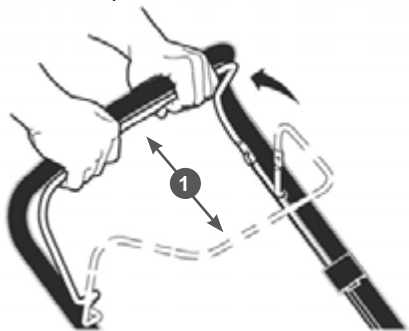

Рис. 12. Рычаг остановки двигателя
Перед запуском двигателя, несколько раз задействуйте рычаг остановки двигателя 1 (Рис. 12). Проверьте, чтобы рычаг и трос остановки двигателя работали должным образом.
3. Отпустите рычаг 1 остановки двигателя (Рис. 12).